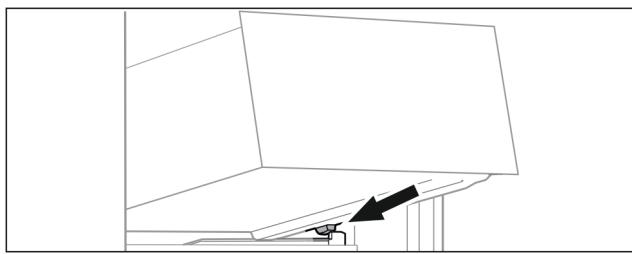

Fig. 71
- Nasadte zásuvku šikmo za zarážkami na rebro nádoby. (pozri Fig. 71)